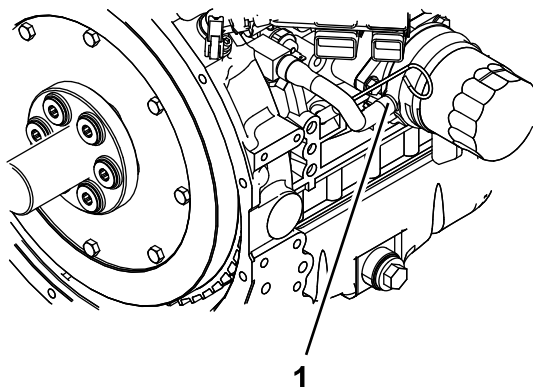

Figure 57
- Débranchez le flexible de liquide de refroidissement du refroidisseur d'huile, et vidangez le liquide du bloc-moteur (Figure 57).